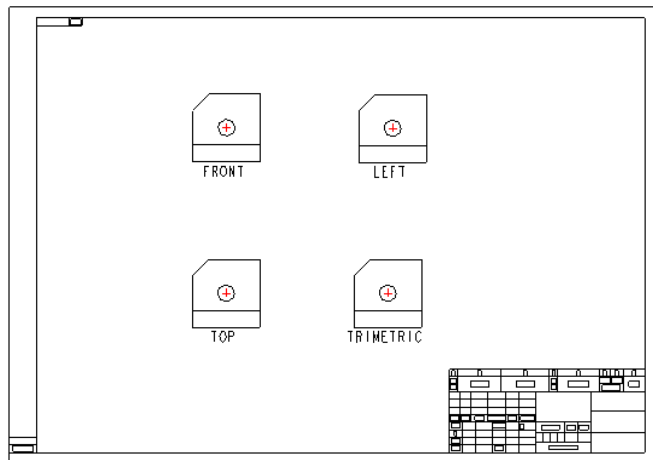

图 9.1.7 在模板中放置自动创建视图（预定视图）
Step5. 调整各个视图的位置。由于定制模板对视图的放置位置要求不严格，各个视图可以随意拖动，只需选中该视图便可调整至合适位置，调整后的结果如图 9.1.7 所示。
Step6. 选择下拉菜单 **文件** →  保存(S) 命令，保存绘图模板。